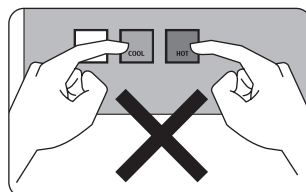

図3
- 引出しを両手で、奥へ押し込んで外側レールに固定します。(図3)
- 3 照明カバー裏の蛍光灯を交換してください。（図3）
- ・COOLスイッチとHOTスイッチの切り替えは、10分以上の時間をあけてください。(図3)